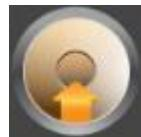

Рисунок 3.4 – Кнопка перехода в окно «Сетевые параметры»
1. На панели оператора нажать на кнопку «Системные параметры» (рисунок 3.4).